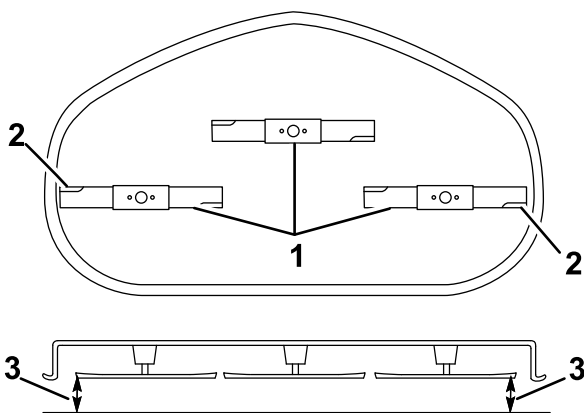

Figuur 67
5. Meet tussen de buitenste snijranden en de vlakke ondergrond (Figuur 67 en Figuur 68).